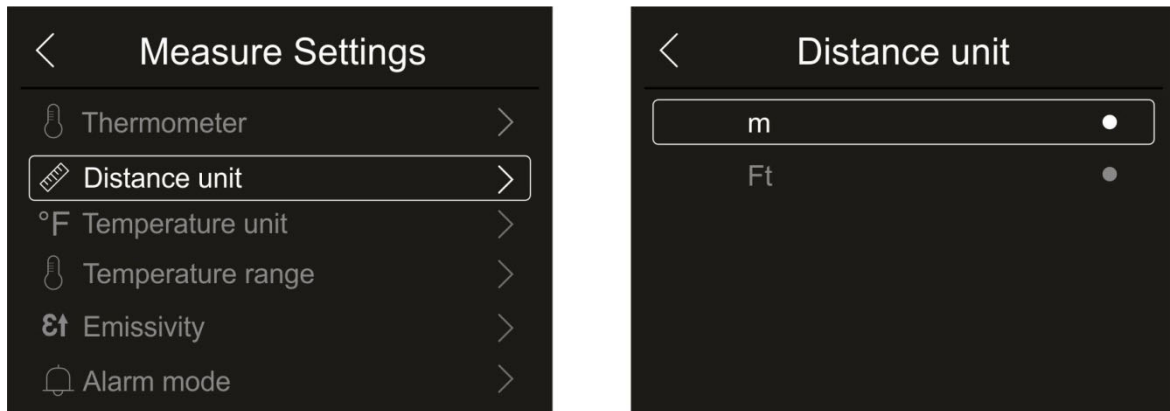

Abb. 22: Menü Einstellung der Messeinheit des Abstands
- Berühren Sie "Distance unit" zur Einstellung der Messeinheit des Abstands. Die Abb. 22 – rechte Seite erscheint im Display: